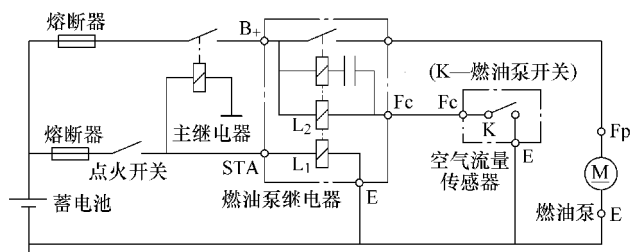

图 5-13 L 型燃油喷射系统燃油泵控制电路
2) L 型燃油喷射系统燃油泵 (燃油泵开关) 控制电路如图 5-13 所示。